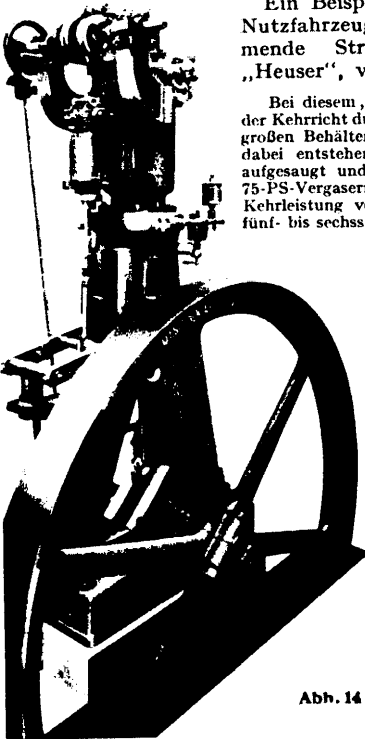

Abb. 14
An dem ausgestellten Versuchs-Dieselmotor (Abb. 14) aus den Jahren 1893 bis 1896 machte Rudolf Diesel die ersten Versuche, die zum Baueinesbetriebsfähigen Dieselmotors führten. Als neuzeitliches Gegenstück diente der 12-Zylinder
**Triumph.** Neben den bekannten Modellen stellt Triumph eine Reihe von 200 beziehungsweise 250-cm3-Zweitaktmotoren aus. Bemerkenswert ist die neue Blockkonstruktion des Motors mit nach vorn geneigtem Zylinder und völlig geschlossenem Kettenkasten nach Abb. 14. Bei den Maschinen mit Fußschaltung ist wieder die grüne Kontrollampe im Scheinwerfer angebracht, welche die Leerlaufstellung des Getriebes anzeigt. Außer der Fußschaltung ist ein Nothandchalthebel vorgesehen. Das Fahrgestell ist für alle Typen einheitlich gestaltet und als Rahmen ohne Lötstellen ausgebildet. Lenkerkopf, Sattelrohr und Sitzkopfmuffe sind durch Stahlprägestücke ersetzt worden, die mit dem Rahmen verschraubt sind. Alle neuen Modelle haben eine Steckachs-Hinterradnabe, ein Vorteil, der bei einer Reifenpanne nicht hoch genug einzuschätzen ist.